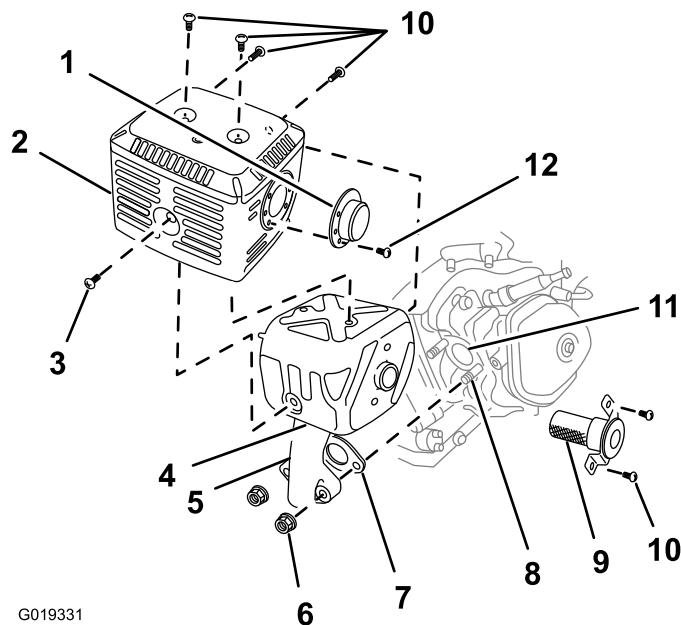

Figure 32
1. Retirez les 2 écrous (8 mm) et déposez le silencieux du cylindre (Figure 32).
2. Retirez les 3 vis (4 mm) du déflecteur d'échappement et déposez le déflecteur (Figure 32).
3. Retirez les vis (5 mm et 6 mm) du protecteur du silencieux, et déposez le protecteur (Figure 32).
4. Retirez les vis (4 mm) du pare-étincelles et déposez celui-ci du silencieux (Figure 32).